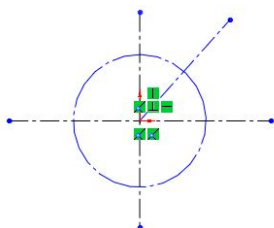

图 2-42 绘制的斜向中心线
(3) 过坐标原点绘制一条斜向上的中心线，如图 2-42 所示。